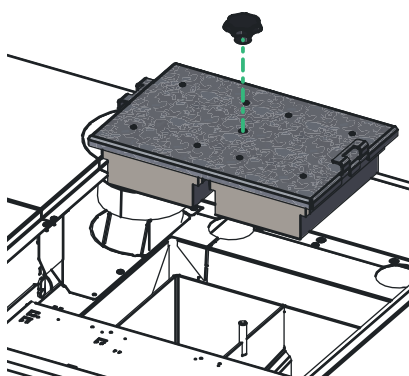

Fig. 48 Verschraubung aufdrehen und Deckel herausheben
- ▶ Verschraubung beim Deckel aufdrehen und Deckel herausheben – Fig. 48.